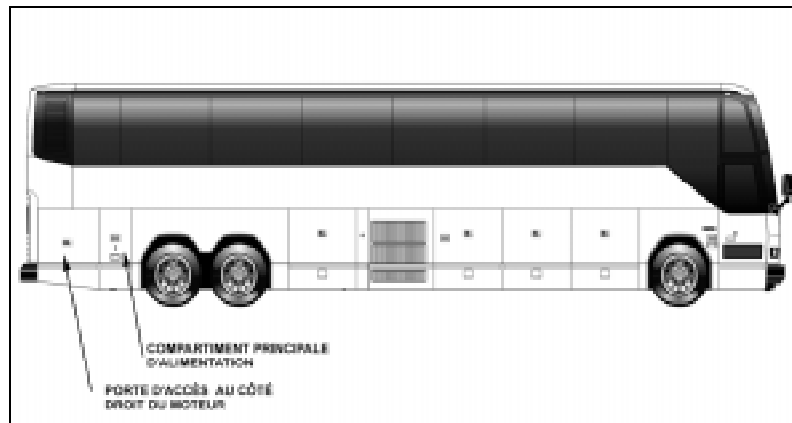
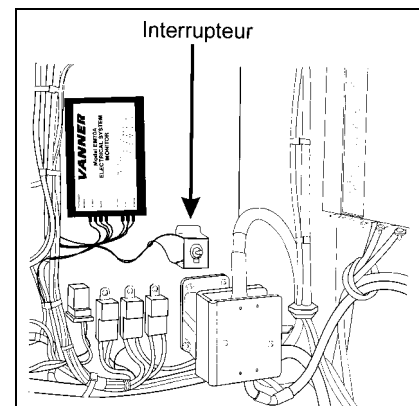

FIGURE 1 : PORTES D'ACCÈS ET COMPARTIMENTS
FIGURE 3 : INTERRUPTEUR PRINCIPAL D'ALIMENTATION
1. Ouvrir la porte d'accès au côté droit du moteur (figure 1).
5. Ouvrir la porte du compartiment principal d'alimentation (figure 1) et couper l'alimentation électrique en mettant l'interrupteur principal d'alimentation en position d'arrêt "OFF" (figure 3).